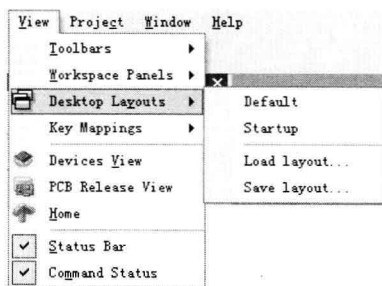

图 1-7 “View” 菜单
“View”（视图）菜单主要用于工具栏、工作窗口视图、命令行以及状态栏的显示和隐藏，如图 1-7 所示。
- ◆ “Toolbars”（工具栏）命令：用于控制工具栏的显示和隐藏。单击一次开启，再单击一次则关闭打开的工具栏，如图 1-7 所示。
- ◆ “Desktop Layouts”（桌面布局）命令：用于控制桌面的显示布局，其级联菜单如图 1-7 所示。